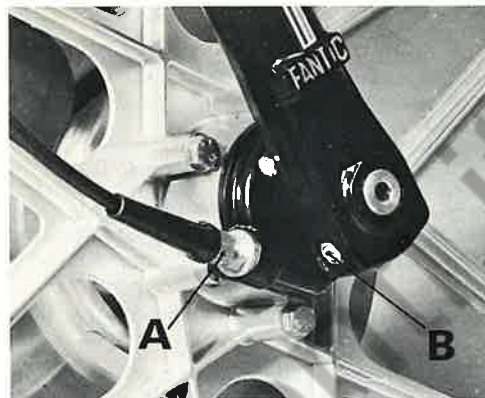

Fig. 37 - Rinvio contachilometri
- Svitare la trasmissione contachilometri dal rinvio situato sul lato destro del veicolo tra la gamba forcella ed il mozzo ruota. (A Fig. 37)
- Allentare le viti bloccaggio foderi (B Fig. 37)